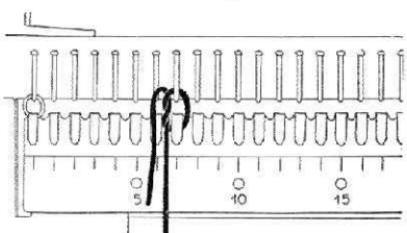
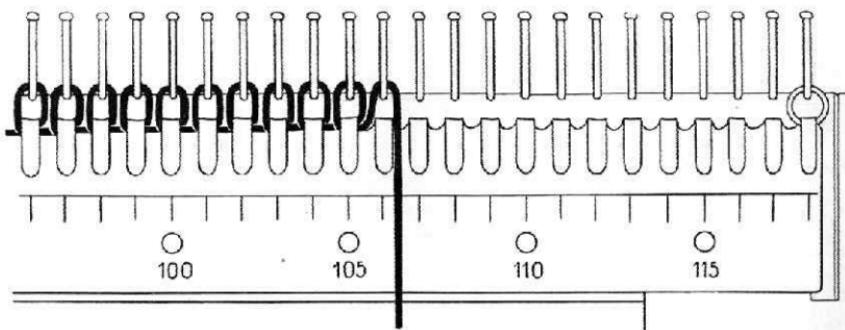

Fig. 8
Fig. 12
**Marche du travail** Peloton toujours à gauche! Montage des mailles avec la bande métallique (sera employée pour monter beaucoup de mailles à la fois. Montage sans bande métallique, voir fig. 41—42). Fixer la bande métallique par deux nœuds aux deux dernières dents du peigne. Fixer également la laine par une boucle autour de la dent du peigne et du crochet (fig. 8—11). A la dernière maille voulue, placer le fil dans le sens contraire, c'est-à-dire dans le sens des aiguilles de la montre (fig. 12) et lâcher le fil.
**Beginn der Arbeit** Knäuel immer links! Anschlag mit dem Hakenband (wird ausgeführt, wenn viele Maschen miteinander angeschlagen werden sollen. Anschlag ohne Hakenband siehe Fig. 41—42). Das Hakenband wird mit zwei Schlingen an den beiden äußersten Kammnadeln angehängt. Das Garn wird mit einer losen Schlinge festgebunden und um die Kammnadeln und die Haken geschlungen (Fig. 8—11). Bei der letzten gewünschten Masche den Faden in entgegengesetzter Richtung führen (Fig. 12) und lose herabhängen lassen.